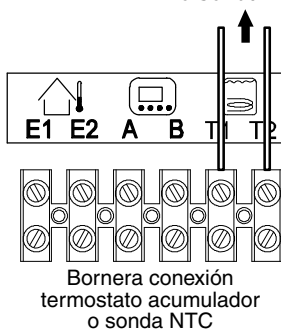

Fig. 5.28
- Conecte a los bornes T1 y T2 de la bornera los dos conductores eléctricos, como se indica en la Fig. 5.28. Conecte estos mismos conductores a los bornes del termostato del acumulador o sonda NTC.